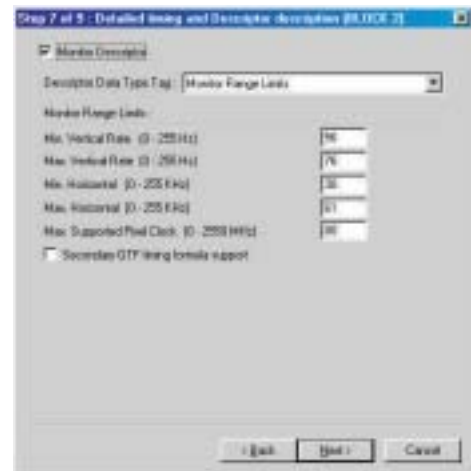

Fig. 21
6. Click **Next**, bring up Fig. 21.